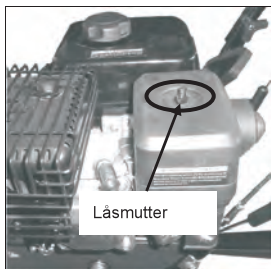

Fig. 20A
1. Ta bort låsmuttern. (Fig. 20A)